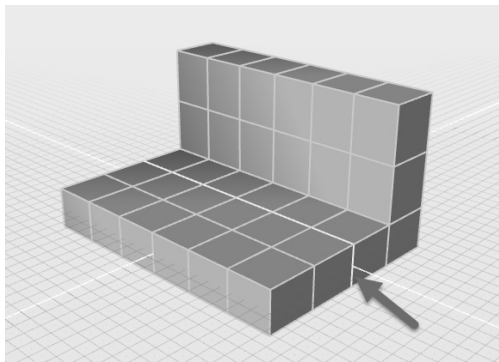

图 7-7 删除循环边
5) 按住〈Ctrl〉键，链选图 7-7 所示的一圈循环边，按〈Delete〉键进行删除。